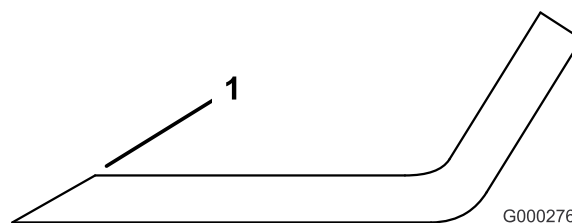

Figura 67
1. Affilate i taglienti da entrambe le estremità della lama con una lima (Figura 67). Rispettate l'angolazione originale. La lama conserva il proprio equilibrio soltanto se viene rimossa una quantità uguale di materiale da entrambi i taglienti.